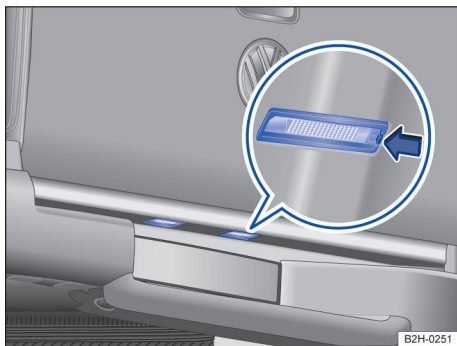
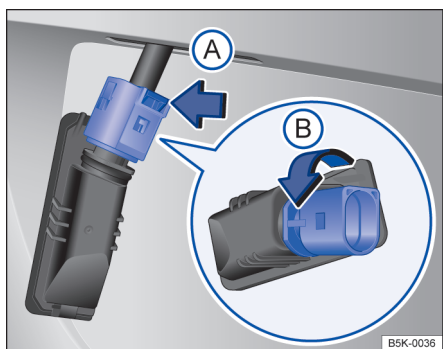

Fig. 155 Na chapa terminal traseira embaixo da tampa do compartimento de carga: lanternas da placa de licença.
Fig. 156 Lanterna da placa de licença: desinstalar o suporte da lâmpada.
Legenda para Fig. 155 e Fig. 156:
- ① Observar e executar a lista de controle → Página 206.
- ② Pressionar com uma chave de fenda no entalhe da lanterna da placa de licença na direção da seta → Fig. 155 (seta).
- ③ Puxar a lanterna da placa de licença um pouco para fora.
- ④ Pressionar sobre o travamento do conector no sentido da seta e remover o conector → Fig. 156 A.
- ⑤ Girar o suporte da lâmpada no sentido da seta e retirar com a lâmpada incandescente → Fig. 156 B.
- ⑥ Substituir a lâmpada incandescente queimada por uma lâmpada incandescente nova do mesmo modelo.
- ⑦ Encaixar o suporte da lâmpada na lanterna da placa de licença e pressionar no sentido contrário ao da seta até o batente → Fig. 156 B.
- ⑧ Encaixar o conector no suporte da lâmpada.
- ⑨ Introduzir a lanterna da placa de licença cuidadosamente na abertura do para-choque. Atentar para a correta direção de instalação da lanterna da placa de licença.
- ⑩ Pressionar a lanterna da placa de licença no para-choque até que encaixe de forma audível.